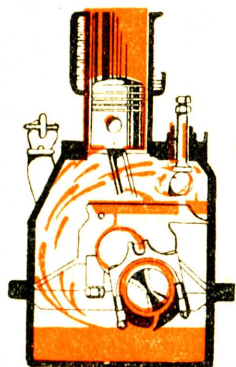

Рис. 13. Мащення розбризгове.
2. **Змащування через розбризг** (рис. 13). Стан олії в картері є такий, що підчас обороту валу колінчастого **хитуну** занурюються в неї і **розбризгують** її по всьому моторі.